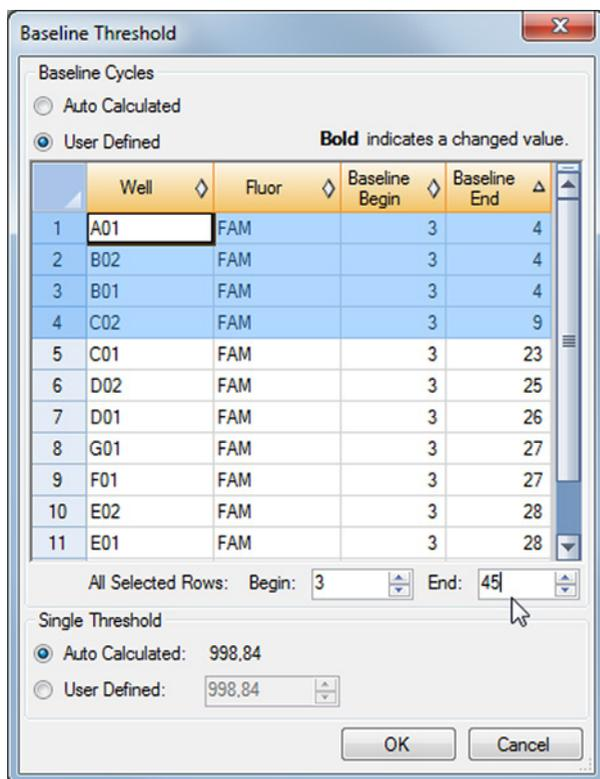

Figura 5: Caixa de diálogo Baseline Threshold (Limiar da Linha de Base)
3. Na barra de menus da janela Data Analysis (Análise de Dados), clique em **Settings** → **Baseline Threshold...** (Definições → Limiar da Linha de Base...) para abrir a caixa de diálogo Baseline Threshold (Limiar da Linha de Base) (consulte a figura 5).
5. Selecione todas as linhas que apresentam um valor **Baseline End** (Fim da Linha de Base) de 1–9 (consulte a figura 5).
- Defina o valor no campo **End:** (Fim:) para 45 para as linhas selecionadas (consulte a figura 5).
- Repita os passos 3–7 para o canal de detecção VIC™ (IC).